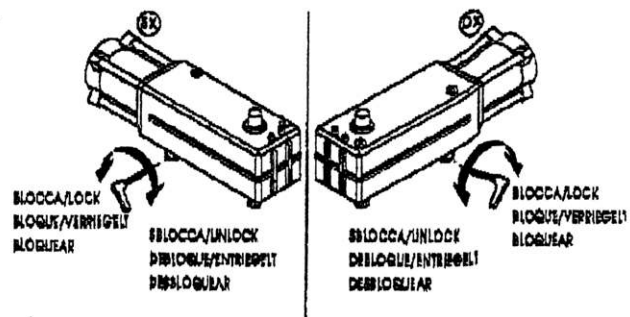

Fig. 13
- Wprowadzić klucz z wyposażenia i obrócić go o około pół obrotu aż do oporu w kierunku pokazanym na rys.13 w zależności od typu montażu.
- Wprowadzić klucz z wyposażenia i obrócić go o około pół obrotu w kierunku pokazanym na rys.13 w zależności od typu montażu.